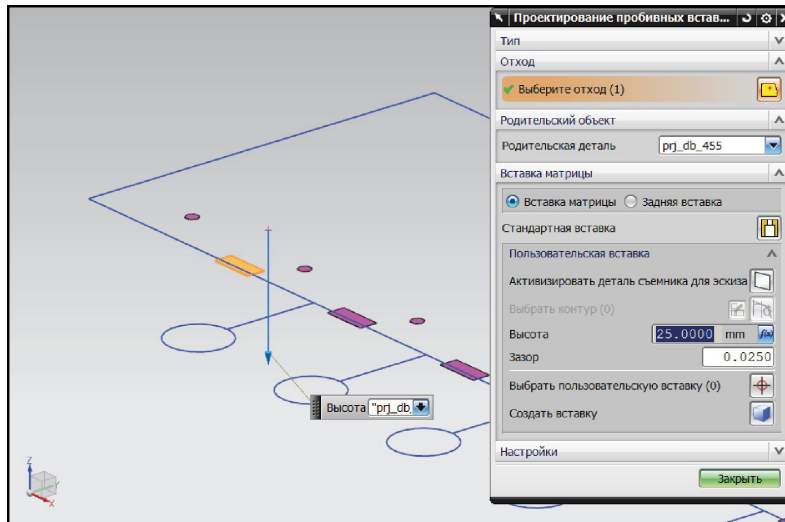

Рис. 8.7. Выбор отхода для пробивки отверстия контроля шага
6. В разделе **Отход** нажмите кнопку **Выберите отход** и в рабочем окне укажите на отход позиции 1 (рис. 8.7).